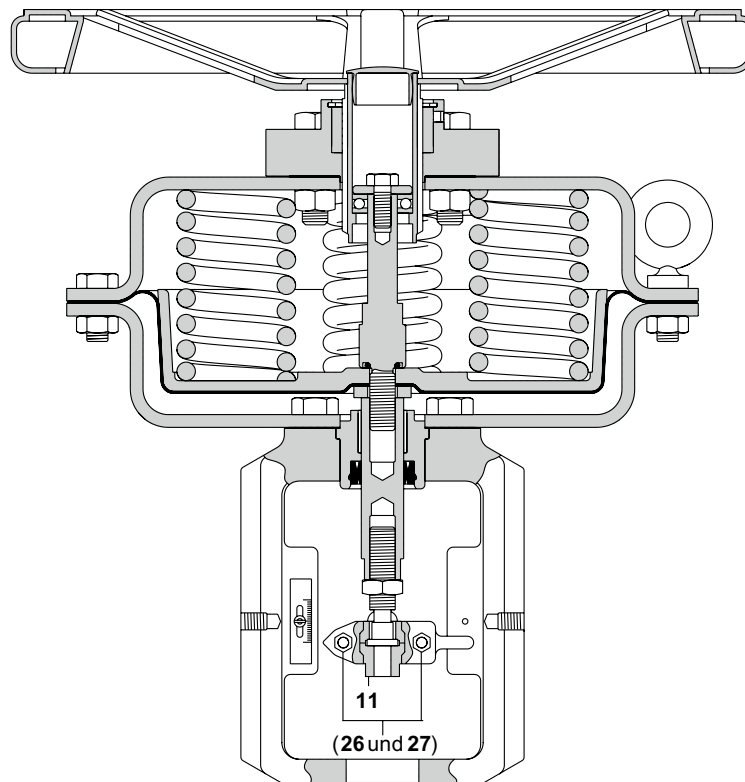

Bild 9
- Feststellmutter zwischen Gusslaterne des Antriebs und Ventil lösen und Antrieb abnehmen (siehe Bild 9).